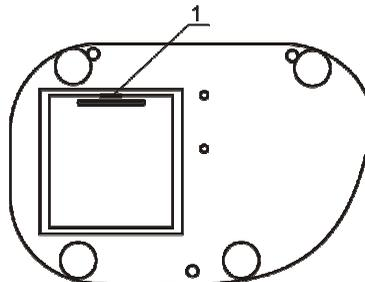

Abb. 1 Unterseite
- Stecken einen flachen spitzen Stift in das kleine Loch auf der Unterseite nach Abb. 1/1 und öffnen Sie das Batteriefach.